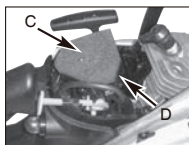

Fig. 15B
2. Levante el filtro de aire (C) fuera de la caja de aire (D) (Fig. 15B).